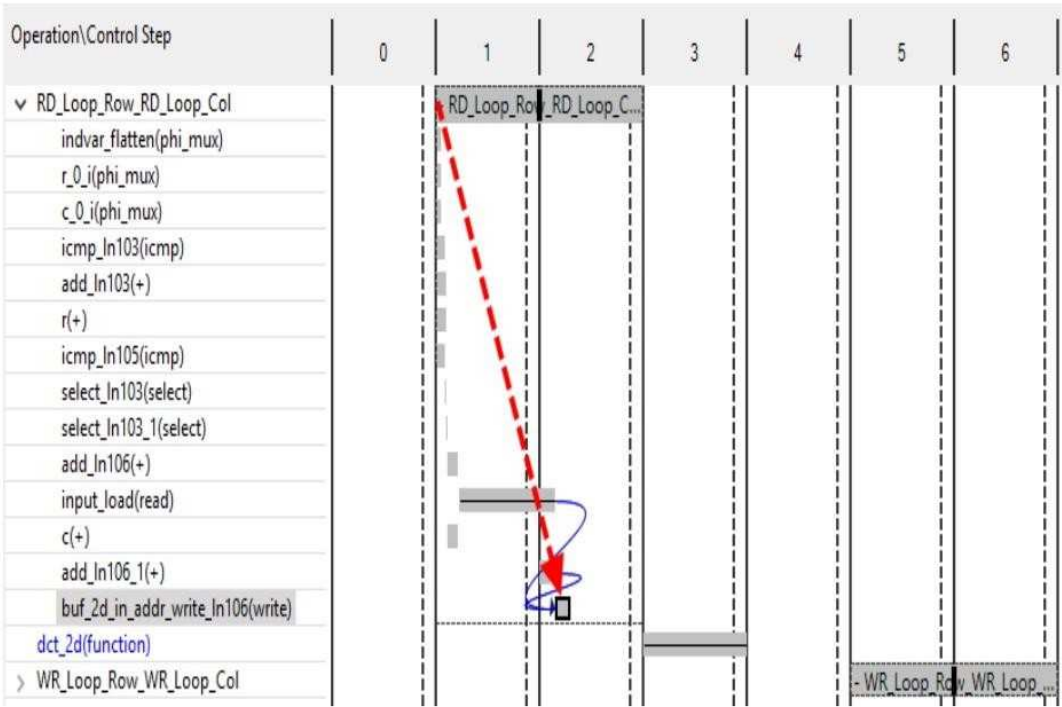

图 6-21:DCT RD_Loop_Row 分析
- 9.在 Performance 视图中，展开设计中的第一个循环，如图 6-21 所示(这些循环被消除，名称现在是两个循环的连接 **RD_Loop_Row_RD_Loop_Col**)。
此循环以两种状态实现。图 6-21 中的红色箭头显示了从循环开始到循环结束的路径：箭头几乎是垂直的(所有事情都在两个时钟周期内发生)，并且这个循环在延迟方面实现得很好。